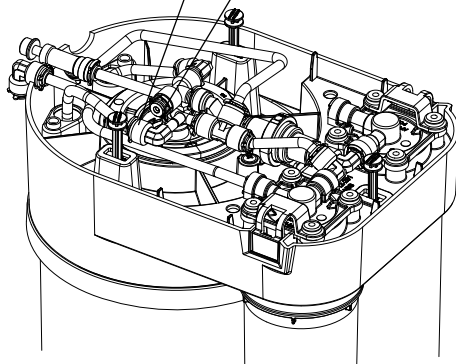

Рис. 3.
- Дождитесь, когда из трубки с уголком выйдет воздух и пойдет вода (сервисный режим для удаления воздуха, см. рис. 3) и перекройте входной кран.